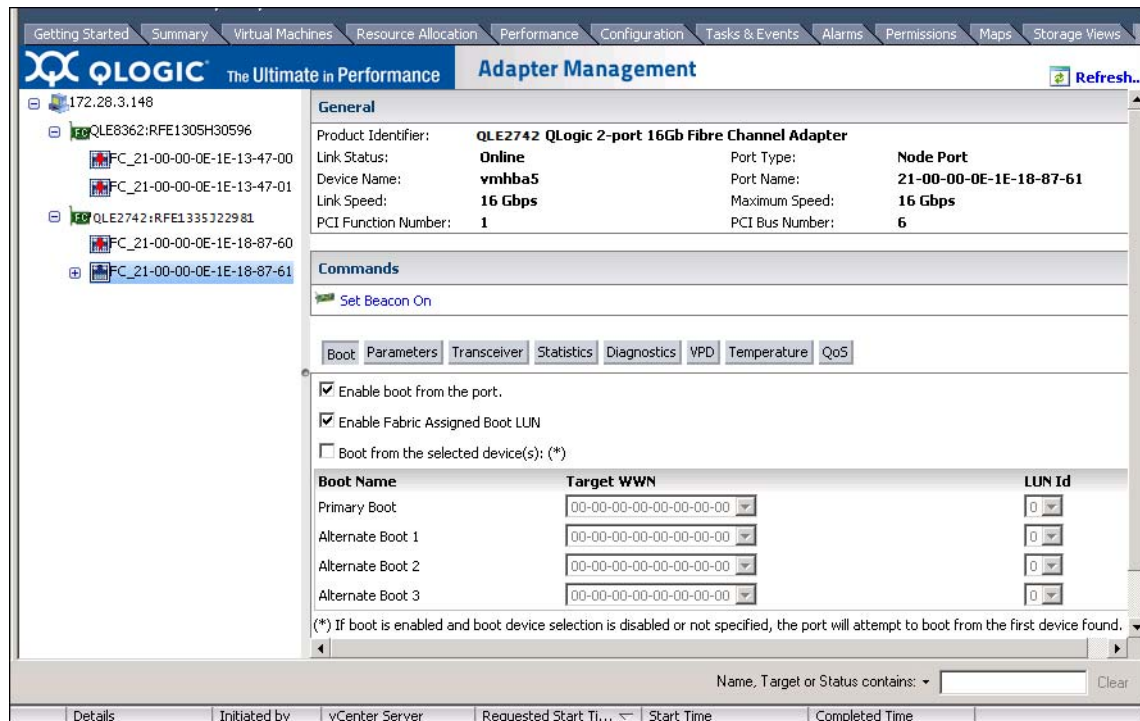

Figure 3-29. LUN d'amorçage affecté par une matrice dans QConvergeConsole VMware vCenter Server Plug-in
4. Dans la page Boot Device Selection (Sélection d'un périphérique d'amorçage, cochez la case **Enable Fabric Assigned Boot LUN** (Activer le LUN d'amorçage affecté par une matrice). La Figure 3-29 montre un exemple.